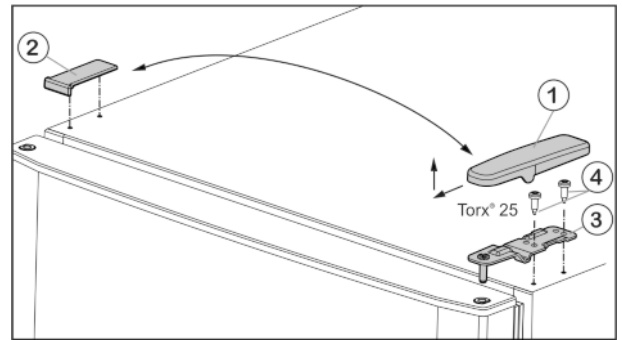

Fig. 4
- ▶ Потяните крышку Fig. 4 (1) вперед и вверх.
- ▶ Снимите крышку Fig. 4 (2).
- ▶ Открутите верхний опорный кронштейн Fig. 4 (3)(2 шт. Torx® 25) Fig. 4 (4) и вытяните вверх.
- ▶ Установите верхний опорный кронштейн Fig. 4 (3) на новой стороне шарнира и защелкните в дверце.
- ▶ Привинтите верхний опорный кронштейн (**с моментом 4 Нм**) (2 шт. Torx® 25) Fig. 4 (4). При необходимости проделайте отверстия или используйте аккумуляторную отвертку.
- ▶ Наденьте и защелкните крышку Fig. 4 (1) на противоположной стороне снаружи.
- ▶ Также наденьте сверху и защелкните крышку Fig. 4 (2) на противоположной стороне.